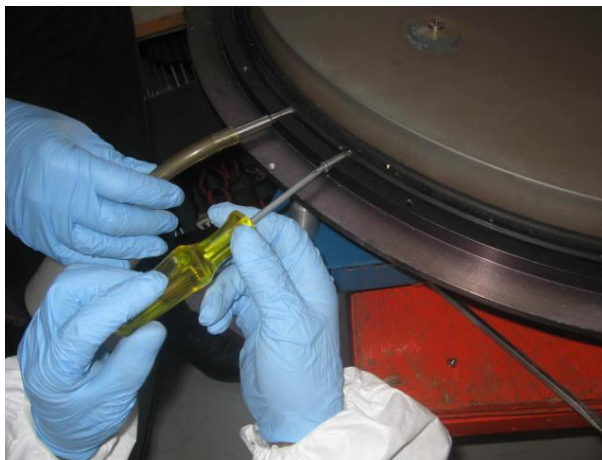

Figura 26: Colocación del embudo para recargar el mercurio.
- 4.12. Se coloca el embudo con la manguera correspondiente en el tubo del cinturón (ver Figura 26).